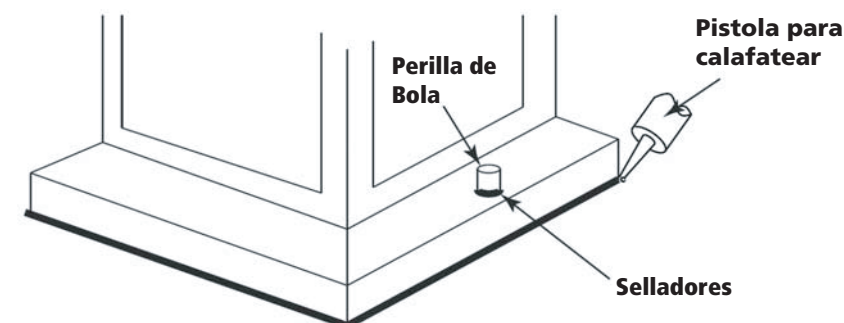

Figura 2
1. Para instalar GU-10 de la lámpara, lámpara de acceso (LB) hasta en el fondo del aparato y alinear las clavijas de la bombilla con ranuras en socket (S) (véase el bosquejo de la cara socket) – **Véase la Figura 2**.
1. Conecte el cable de alimentación positiva **(A)** (normalmente negro el lado no marcado suave del cable de dos conductores) de plomo accesorio positivo **(B)** con un giro de tamaño apropiadamente conector – **Véase la Figura 2 y 3**.
Loop alambre de tierra **(E)** (generalmente de cobre o verde recubierto de plástico) debajo de la cabeza del tornillo de tierra **(S)** en la brida de montaje accesorio **(M)** y conectar con el extremo suelto del cable de tierra luminaria directamente al cable de tierra del sistema de construcción con un tamaño adecuado twist-conectores – **Véase la Figura 2**.
Después asegurar fijo en su lugar, se recomienda que la distancia entre la parte superior y la base de montaje del accesorio se sellará con cualquier buen masilla impermeable de calidad o sellador de silicona (no incluido). También se recomienda que una pequeña capa de madilla o sellador de ser sometidos a los mandos de bolas utilizadas para montar accesorio – Véase la Figura 2.